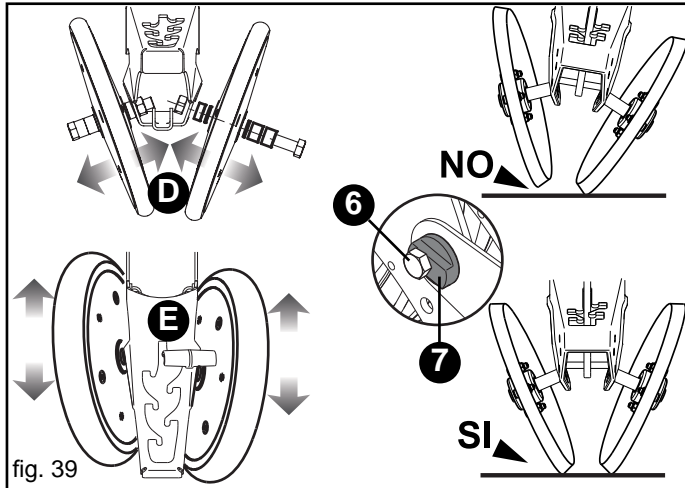

fig. 39
- déplacer les roues arrières sur leur support, comme indiqué sur le schéma de la Figure 39 (D-E);
Si les roues de couverture («NO», Fig. 39) ne sont pas alignées avec le sillon de semis, procéder comme suit:
- Desserrer la vis de blocage (6, Fig. 39).
- Tourner la came (7, Fig. 39) d'un demi-tour à la fois, dans le sens des aiguilles d'une montre pour déplacer les roues de couverture vers la droite et dans le sens contraire pour les déplacer vers la gauche.
REMARQUE: Après avoir centré les roues de couverture, s'assurer qu'elles appuient simultanément sur le sol avec la même force («OUI», Fig. 39).